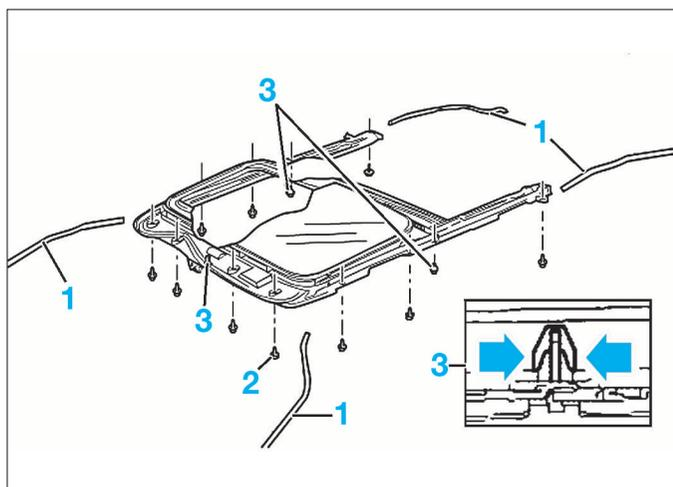

FIG. 77
- Détacher les tuyaux de drainage (1) (Fig.77).
- Déposer les vis (2).
- À l'aide d'un deuxième opérateur, comprimé les pattes des clips de fixation (3) et abaisser le toit ouvrant.
- les 2 clips (11).
- le porte-lunettes conducteur (12).
- les pare-soleil (13) et leurs supports (14).
- la vis (15) de fixation du fil de masse du faisceau de pavillon.
- Déconnecter le connecteur (16) du moteur de toit ouvrant (si équipé).
- Débrancher les connecteurs (17) des capteurs de luminosité et du rétroviseur antiéblouissement (si équipé).
- Déposer l'enjoliveur de baie de toit ouvrant (18).